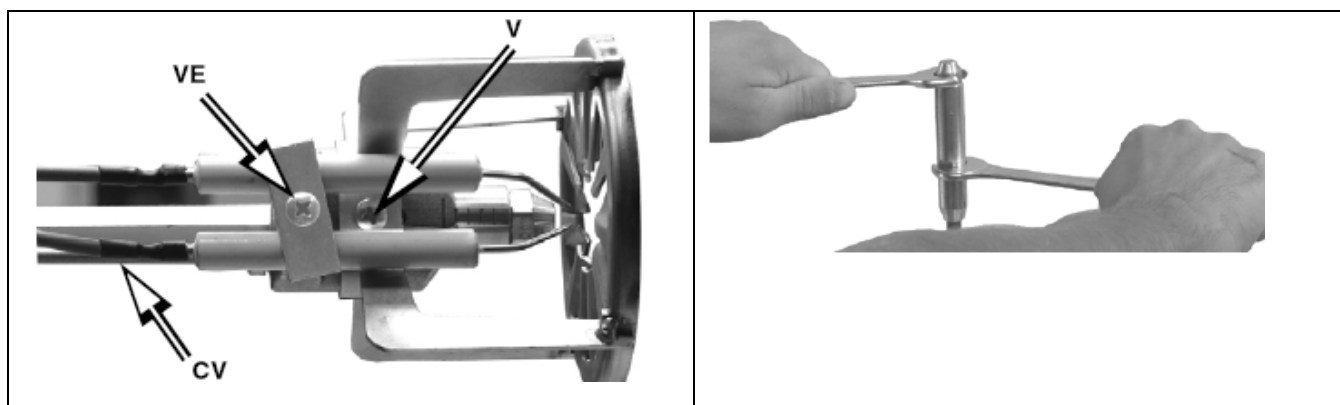
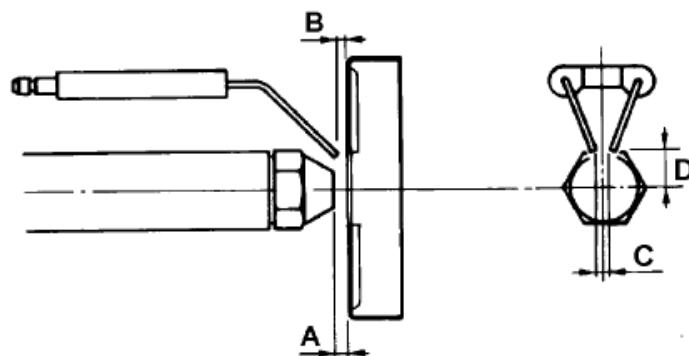

Fig. 10
Fig. 11
Antes de desmontar la boquilla y los electrodos, desconectar los cables CV (Fig. 10), observar las cotas indicadas en la Fig. 11 y anotarlas en la tabla Tab. 3.
11. Desenroscar el tornillo V que fija la cabeza de combustión y quitar la cabeza del porta-boquilla (Fig. 10)
Para quitar la boquilla, usar exclusivamente dos llaves fijas como se muestra en la Fig. 10, ¡para no dañar la placa de soporte de los componentes del quemador!!
14. quitar todos los componentes, recordando fijar los tornillos V y Ve V e VE (Fig. 10), volver a conectar los cables CV, respetando estrictamente las medidas dadas anteriormente e indicadas en la tabla Tab.3;